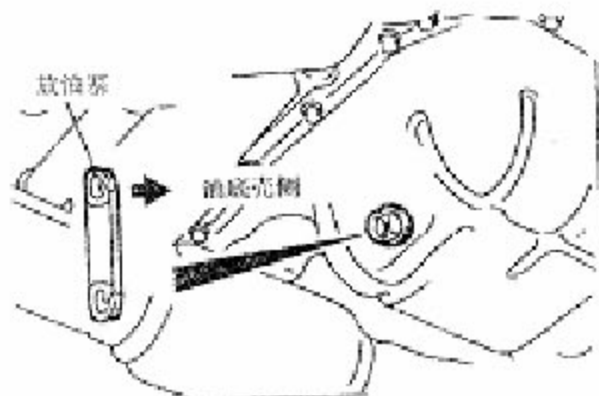

图 6-1
- 2). 检查机油是否明显变脏，冷却液或汽油是否混入，检查机油是否有适当的粘度(见图 6-1)。